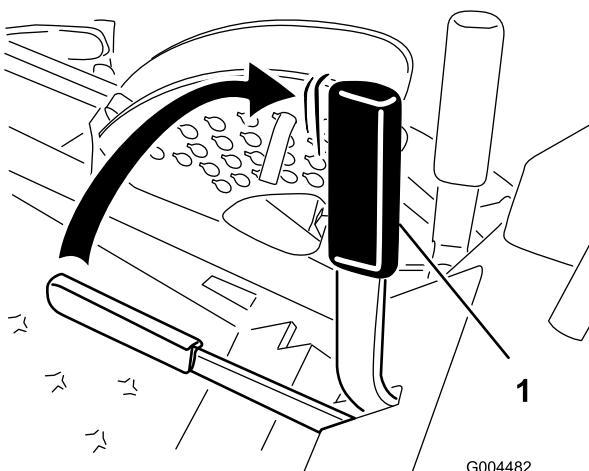

Bild 14
2. Ziehen Sie den Feststellbremshebel nach hinten und oben, um die Feststellbremse zu aktivieren (Bild 14). Der Feststellbremshebel muss fest in der aktivierte Stellung bleiben.
Drücken Sie den Feststellbremshebel nach vorne und unten, um die Feststellbremse zu lösen (Bild 14).